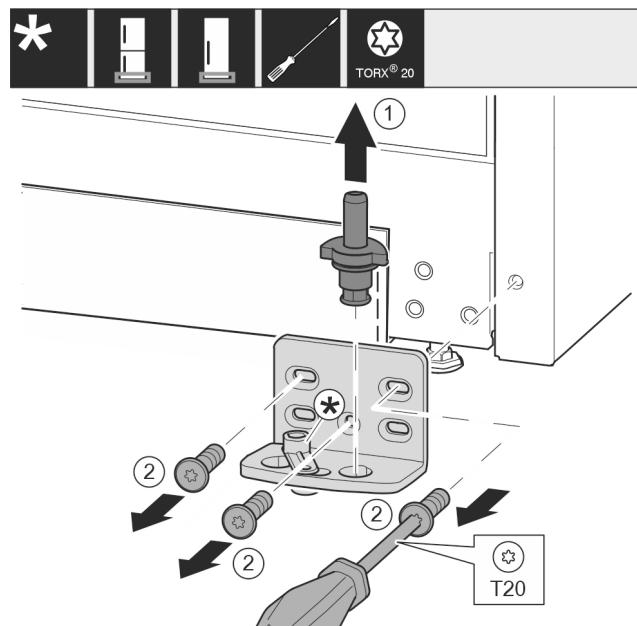

Fig. 15
- Nxirri jashtë komplet bulonin e rrotullimit Fig. 15 (1) nga lart.
- Lironi vidat Fig. 15 (2) me një kaçavidë dhe hiqni bazamentin mbështetës.